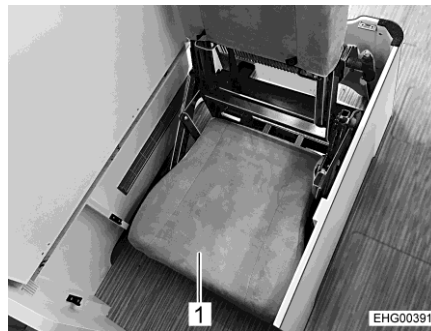

Bild 22 Sitzfläche, abgesenkt
- Sitzfläche (Bild 22,1) vorn und hinten greifen und in einem Schwung nach vorn und oben schwenken.